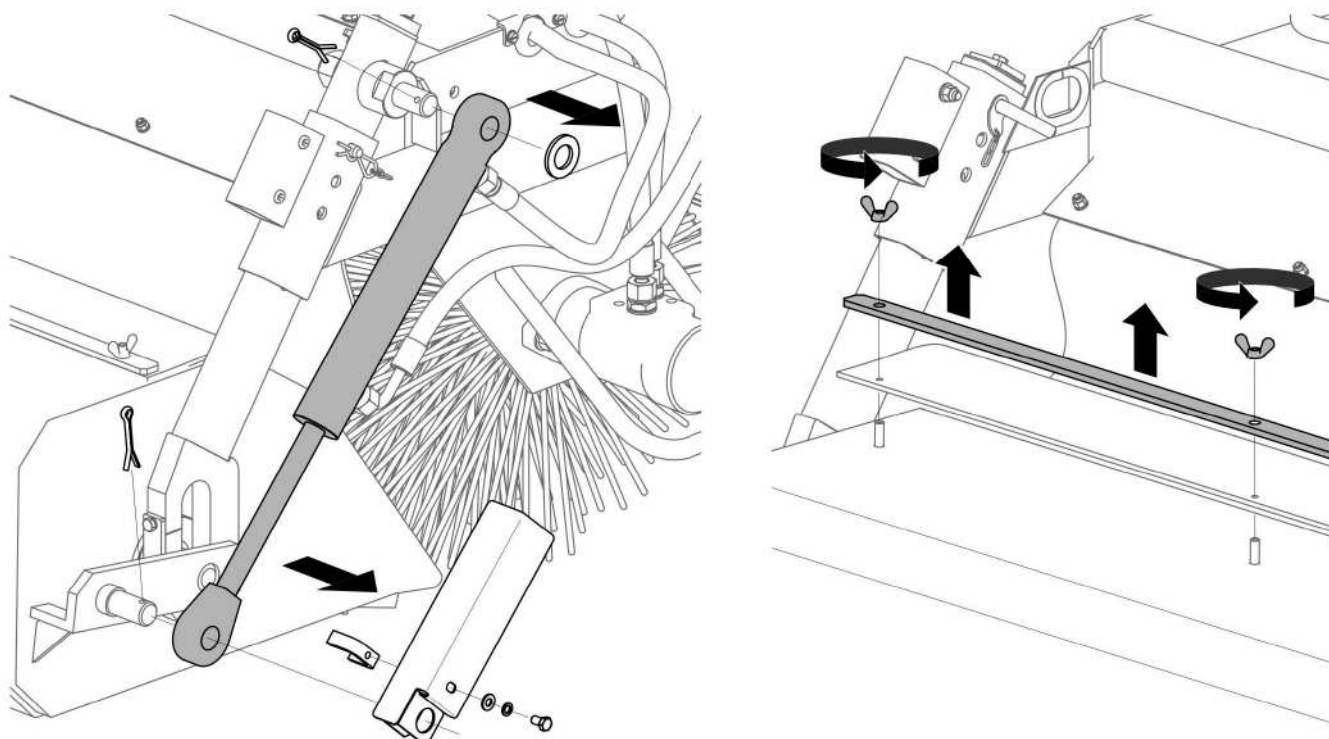

РИСУНОК 4.6 Демонтаж гидроцилиндра и планки с резинового фартука
- Вынуть чеки в точках крепления гидроцилиндра, чтобы можно было снять гидроцилиндр (РИСУНОК 4.6) целиком.
- Затем нужно отвинтить крыльчатые гайки (РИСУНОК 4.6) крепящие резиновый фартук, чтобы можно было снять прижимную планку. Фартук свободно свисает до земли и необходим при использовании машины в режиме уборки без бункера для мусора с целью защиты от выбрасываемого мусора.